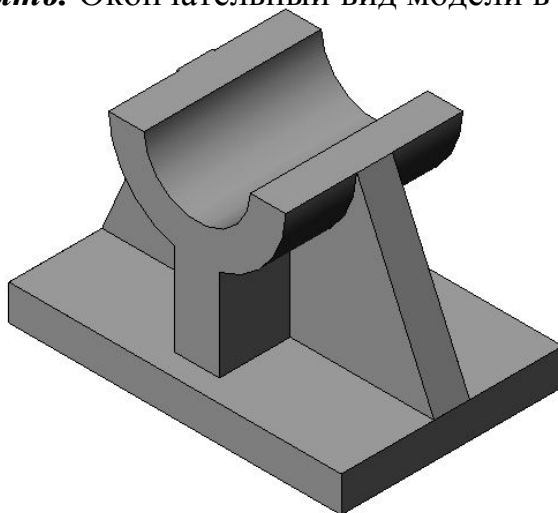

Рис. 15. Окончательный вид твердотельной модели
16. Переместите курсор к любому из объектов эскиза и, когда он поменяет цвет на красный, выделите его. Выделенный объект будет отображаться красным цветом. Теперь щелкните правой кнопкой мыши и выберите в контекстном меню команду **Скрыть**. Окончательный вид модели в изометрии показан на рис. 15.